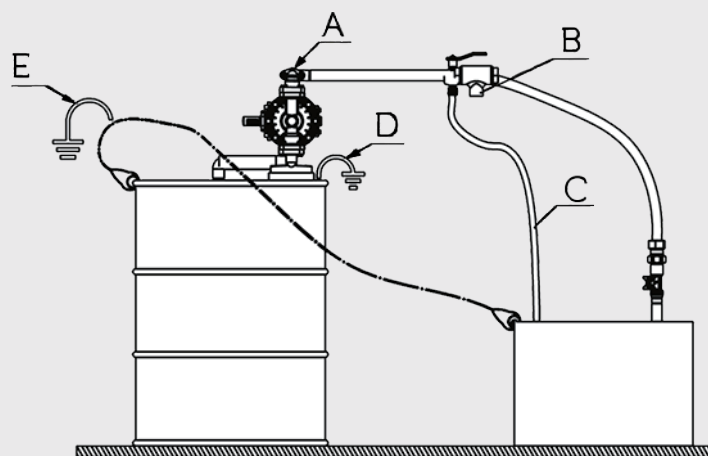

FIGURA 4
- Las bombas que transfieren fluidos inflamables e inflamables deben estar conectadas a tierra contra la electricidad estática. (Ver figura 4).
Conecte a tierra la bomba de diafragma como se muestra a continuación (Figura 4). Las superficies que entran en contacto con el fluido de la bomba de diafragma deben conectarse a tierra con un cable de alimentación o alambre de acero inoxidable. Las líneas de succión y compresión deben seleccionarse de los materiales conductores mientras se transfieren fluidos inflamables y explosivos. La conexión a tierra debe realizarse como en la bomba en dos líneas. No utilice cuerpos de polipropileno y PVDF no conductores en la transferencia de fluidos inflamables y explosivos.